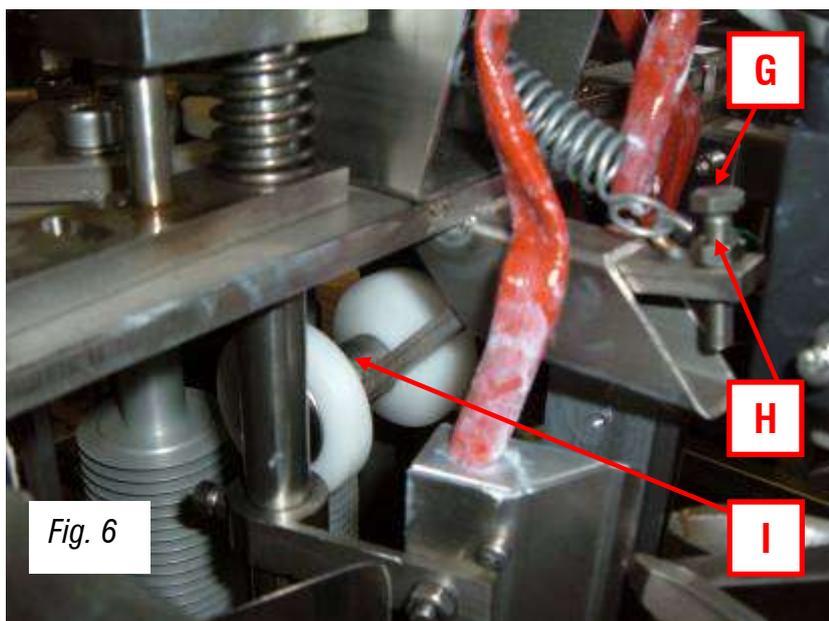

Fig. 6
3.4 PRESSURE ROLLER (fig. 6 page 18)